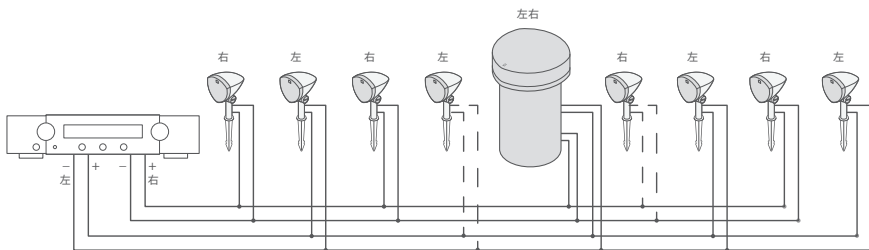

图 4
4. 按照下一页第 6 节“安装卫星扬声器”和第 7 节“安装低音炮”的接线说明，将扬声器线穿过沟槽。我们建议每个扬声器多留 14-16 英寸的线缆，这样当沟槽中的土覆盖线缆时，线缆就不会扭结或拉紧。图 4 显示的是使用立体声放大器的整个系统接线。
1. 正确连接所有扬声器和低音炮后，确保关闭放大器/接收器电源。将左/右扬声器线连接到放大器/接收器上匹配的正极 (+) 和负极 (-) 端子 (参见图 4 中的放大器接线图)。